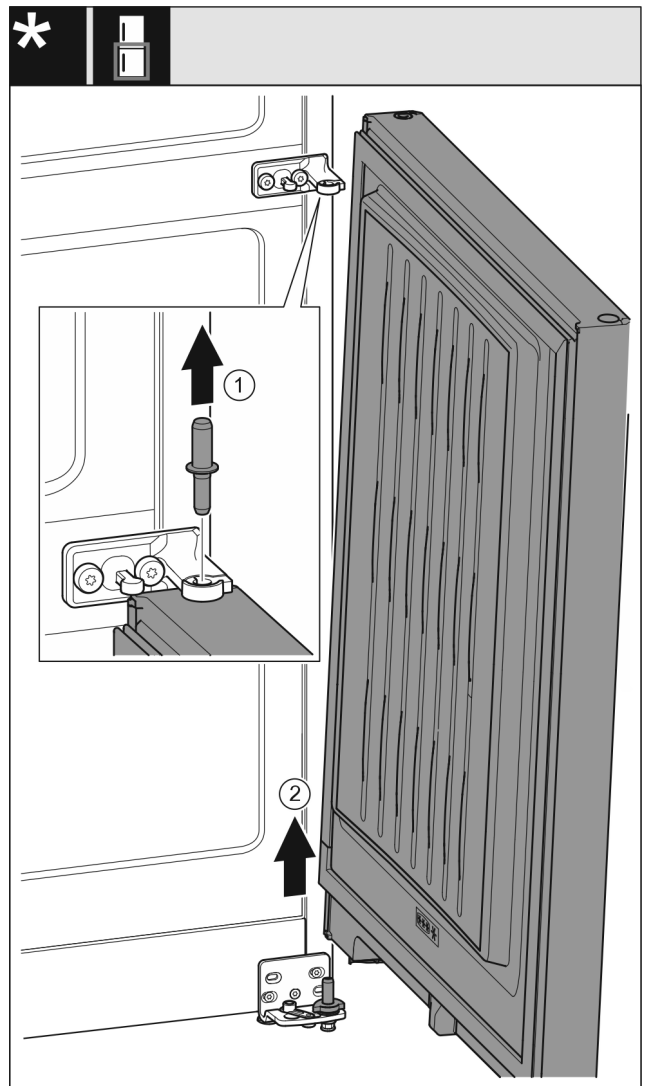

Fig. 10 Utan stängningsdämpare
- ▶ Dra ut stiftet Fig. 10 (1) uppåt.
- ▶ Sväng ut dörren Fig. 10 (2), dra den uppåt och ställ åt sidan.